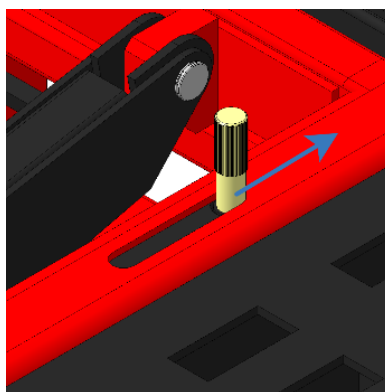

Рисунок 21
- Переведите до упора (в противоположное положение) телескопическую задвижку замка до зацепления с платформой с помощью ручки (рисунок 21).